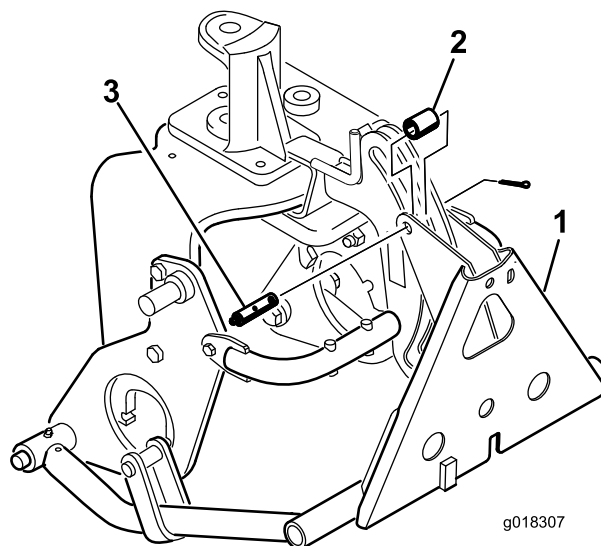

Figura 12
com um anel de retenção (Figura 12). As portas do cilindro hidráulico devem ser posicionadas para a frente.
4. Monte a haste do cilindro às correias do braço com um pino e 2 anéis de retenção (Figura 12).